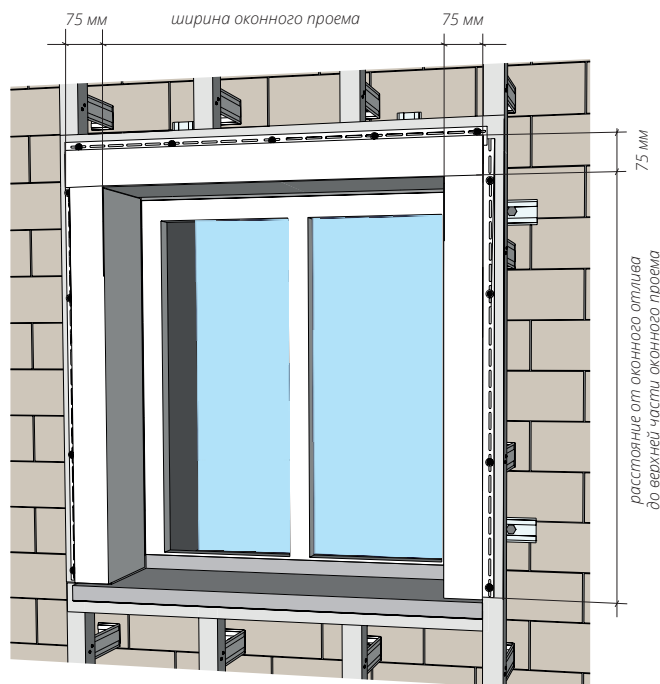

Рисунок 54
- 15.3** Первой монтируется верхняя околооконная планка. Ее размер равен ширине оконного проема + 150 мм (Рис. 54) (150 мм – это перехлест околооконных планок с левой и правой стороны). Далее монтируется левая и правая околооконная планка. Ее размер равен расстоянию от оконного отлива до верхней части оконного проема + 75 мм (Рис. 54). Если вы опасаетесь ошибиться в размере околооконной планки, ее можно отрезать немного большего размера, после всех подрезов, загибов, подгона размеров лишнее отрезать.